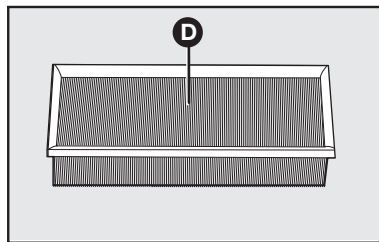

fig. 8
- Remover o elemento filtrante **D-fig. 8**.